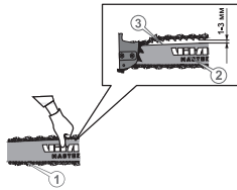

Рисунок 3
3.2.3 Виміряйте величину зазору між направляючою ланцюга (3) і шиною (2). Зазор повинен бути в межах 1-3 мм (Рисунок 3), а сам ланцюг повинен легко переміщатися від руки вздовж паза шини. При цьому нижня гілка ланцюга (1) повинна щільно прилягати до шини без провисання.